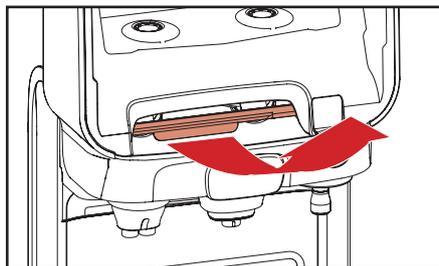

Fig. 5.5 – Empurrar a barra de liberação vermelha
3. Puxe a barra de liberação vermelha para abrir o compartimento de saída (fig. 5.5).
- a. Puxe a barra de liberação vermelha para abrir o compartimento de saída (fig. 5.5)